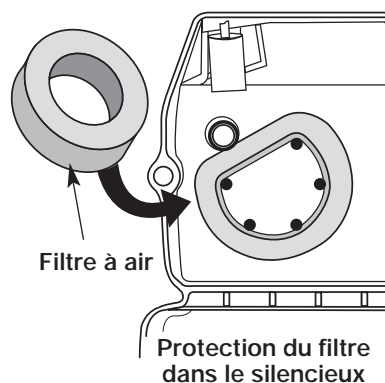

Fig. 34
2. Retournez le couvercle et inspectez l'intérieur pour repérer le filtre à air. Retirez le filtre à air de l'intérieur du couvercle du filtre à air/silencieux (Fig. 34).
6. Remplacez le filtre à air dans le filtre à air/couvercle du silencieux (Fig. 34).